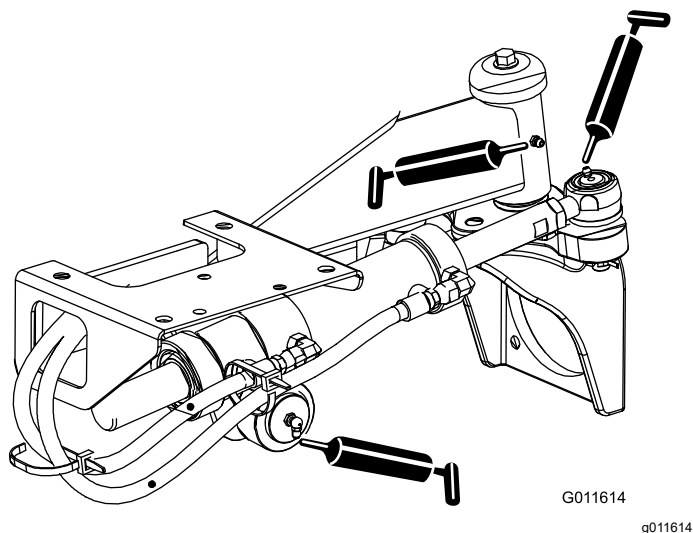

Figure 46
- Rotules de vérin de direction (2) et essieu arrière (1) – Figure 46